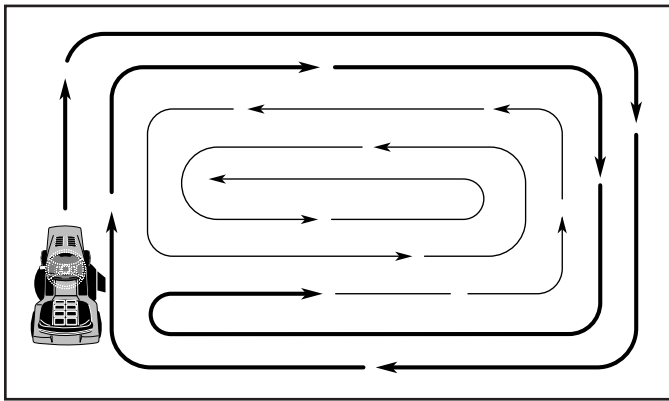

Fig. 15
- Al segar las áreas grandes, empiece girando a la derecha de modo que los recortes se descarguen, alejándose de los arbustos, cercos, entradas de automóviles, etc. Después de una o dos vueltas, siga en la dirección opuesta, haciendo virajes a la izquierda, hasta que termine (Vea Fig 15).
SISTEMA PRESENCIA OPERADOR Y SISTEMA FUNCIONAMIENTO ATRÁS (ROS) (Vea Fig. 15)